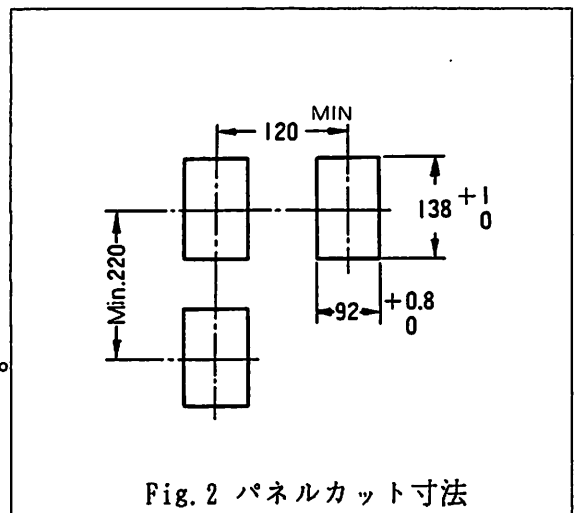

Fig. 2 パネルカット寸法
2. 本器を2台以上取付ける場合はFig. 2の寸法をおすすめします。